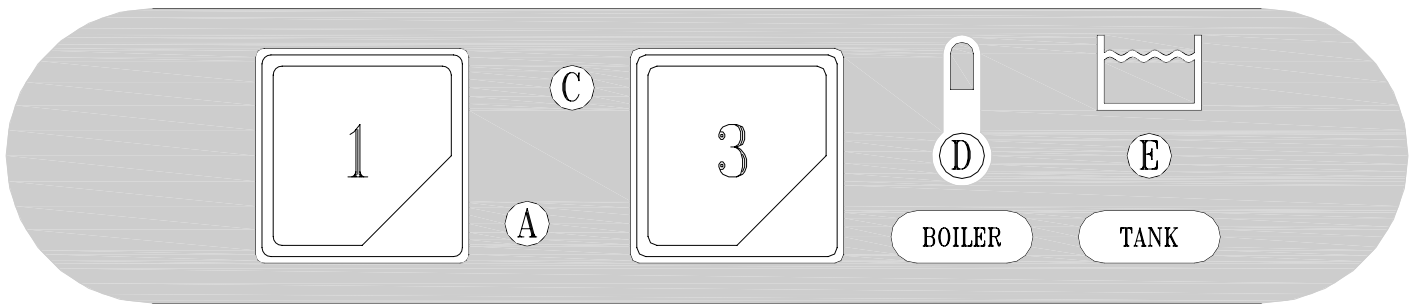

Fig. 3-2
- A riempimento avvenuto, aprire la porta (I) e introdurre il detersivo (ca. 2 gr. Per litro di capacità della vasca). Inserire il cesto (L) carico e chiudere la porta (I). A questo punto premere il pulsante START (3) (almeno per 2 secondi) e avrà inizio il ciclo di lavoro visualizzato dalla lampada spia (C): a fine del ciclo coincide con lo spegnimento di questa spia. Per spegnere la macchina si dovrà disinserire l'interruttore (1) portandolo nella posizione (0) spia (A) spenta. (fig.3-2÷3-3).
**N.B.:** Non è possibile avviare il ciclo di lavaggio fino a quando la spia (E) non sarà accesa.
*E' consigliato avviare il ciclo di lavoro quando la spia del boiler (D) sarà spenta, come indicato al punto 3.2 Messa in funzione giornaliera .*
- When the water intake cycle is complete, open the door (I) and add detergent (about 2 g. per litre of tank capacity). Position the full basket (L) and close the door (I). Now press the START button (3) (at least for 2 seconds) and the wash cycle displayed by light (C) will start. When the cycle is over, this light goes out. To turn off the appliance, turn the switch (1) to 0. Light (A) indicates the appliance is off (fig.3-2÷3-3).
**N.B.:** It is not possible to start a washing cycle till the warning light (E) is off.
*It is recommended to start a work cycle when the boiler warning light (D) is off, as indicated at point 3.2 - Daily Start Up.*
- Nach erfolgter Füllung die Tür (I) öffnen und das Spülmittel einfüllen (ca. 2g/l Fassungsvermögen des Spülbehälters) Den gefüllten Geschirrkorb (L) einsetzen und die Tür (I) schließen. Nun die START-Taste (3) mindestens 2 Sekunden lang drücken, und das Spülprogramm beginnt, die Kontrollampe (C) leuchtet auf und am Programmende erlischt die Kontrollampe. Um das Gerät auszuschalten, muß der Schalter (1) auf die Position 0 gestellt werden, die Kontrollampe (A) erlöscht (fig.3-2÷3-3).
**N.B.:** Solange die Kontrollampe (E) nicht aufleuchtet, kann der Spülgang nicht gestartet werden.
*Es wird empfohlen den Arbeitsgang zu starten, erst wenn die Kontrollampe vom Boiler (D) erlöscht ist, wie in Abschnitt 3.2 "Tägliche Inbetriebnahme" angegeben.*
- Lorsque le remplissage est terminé, ouvrir la porte (I) et verser le déterfif (environ 2 g pour chaque litre remplissant la cuve). Introduire le panier (L) plein et fermer la porte (I). A ce stade, presser le bouton-poussoir START (3) (au moins 2 secondes) et le cycle de fonctionnement commencera, visualisé par la lampe-témoin (C). La fin du cycle coïncide avec l'extinction de ce voyant. Pour arrêter la machine, il faudra débrancher l'interrupteur (1) en le ramenant sur la position 0: lampe-témoin (A) (fig.3-2÷3-3).
**N.B.:** Il n'est pas possible de commencer le cycle de lavage jusqu'à quand la lampe-témoin (E) n'est pas allumée.
*Il est conseillé de commencer le cycle de travail quand la lampe-témoin (D) sera éteinte, comme indiqué au point 3.2 – Mise en Marche.*
- Después del llenado, abra la puerta (I) y vierta el detergente (2 gramos aproximadamente por litro de capacidad de la cuba). Introduzca el cesto (L) carga y cierre la puerta (I). Pulse ahora START (3) (almenos durante 2 segundos) para arrancar el ciclo de trabajo: se enciende la luz testigo (C), que se apagará al final del ciclo. Para apagar la máquina desconecte el interruptor (1): posición 0, luz testigo (A) apagada (fig.3-2÷3-3).
**N.B.:** No es posible empezar el ciclo de lavado hasta que el piloto (E) no se enciende. Se aconseja empezar el ciclo de trabajo cuando el piloto del caudal (D) esté apagado, como indica el punto 3.2 Puesta en función diaria.